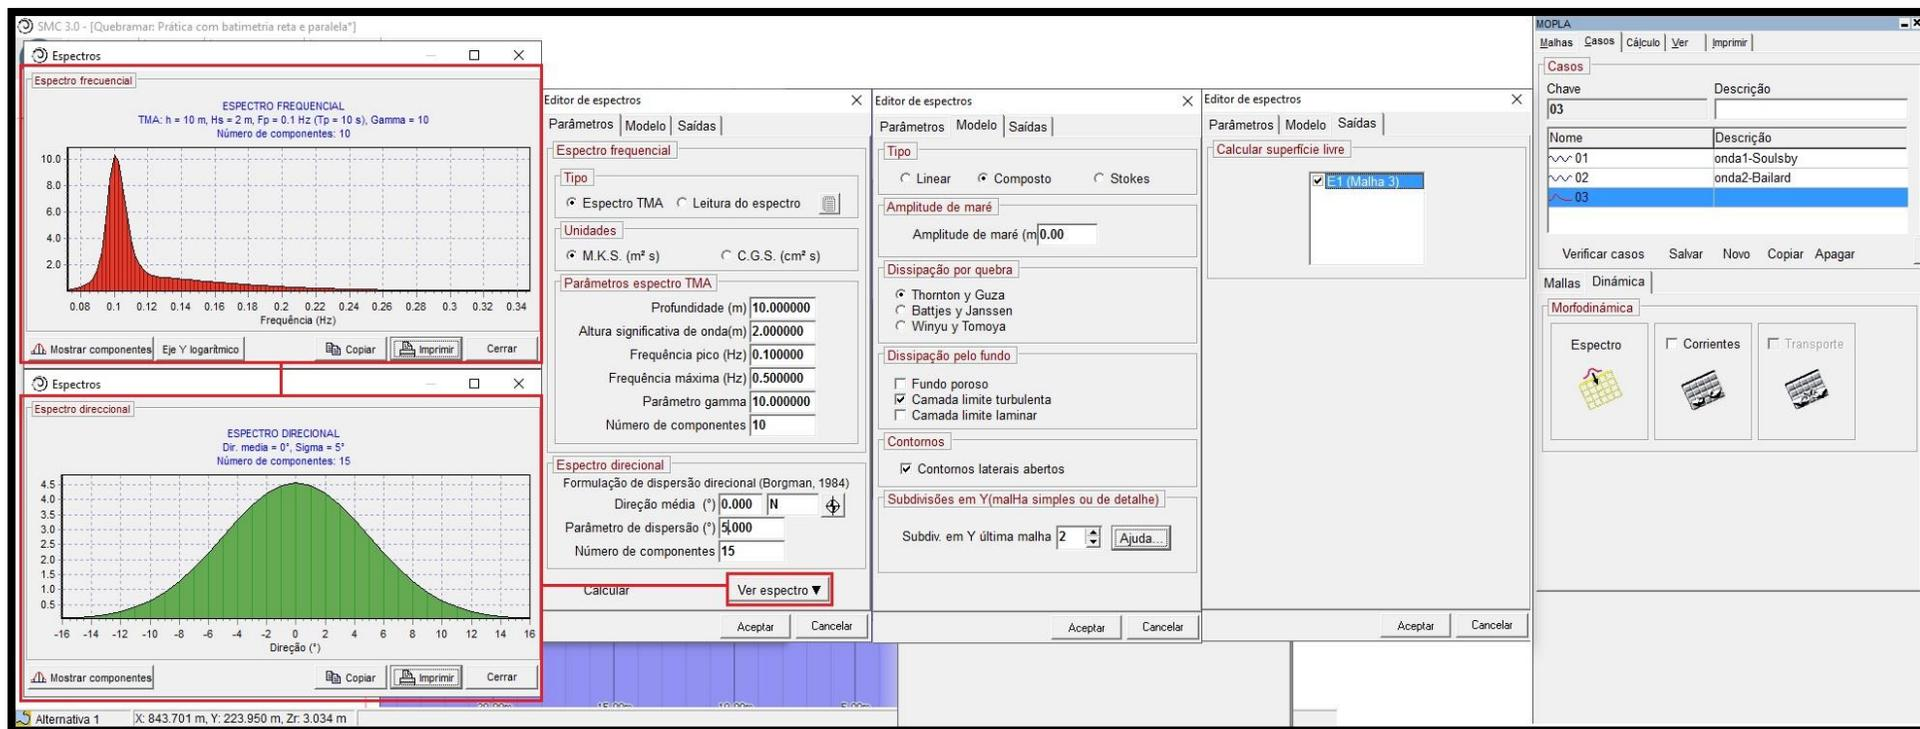

Figura 17 – Visão de como devem ser configurados os parâmetros dos espectros e das ondas para definir um espectro estreito.
31) Na subaba "Dinâmica", clicar no botão "Espectro". Irá aparecer o editor correspondente, onde se definirão os seguintes parâmetros de um **espectro estreito** (Figura 17):